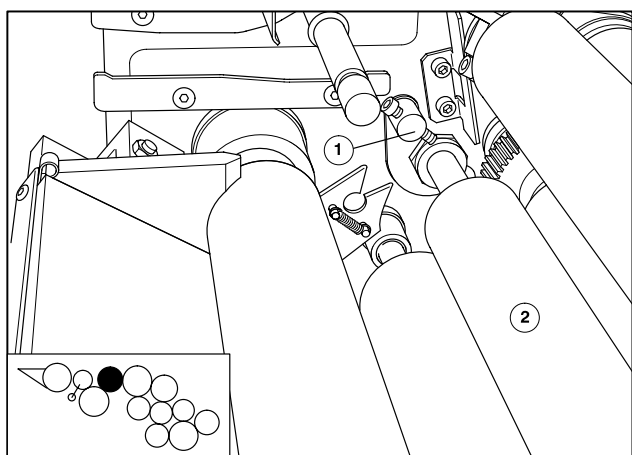

図5 第1インキ移しローラの取り外し
- ① 駆動側と操作側のレバー(図5/①)を下げます。
- ② ローラ(図5/②)を取り外します。